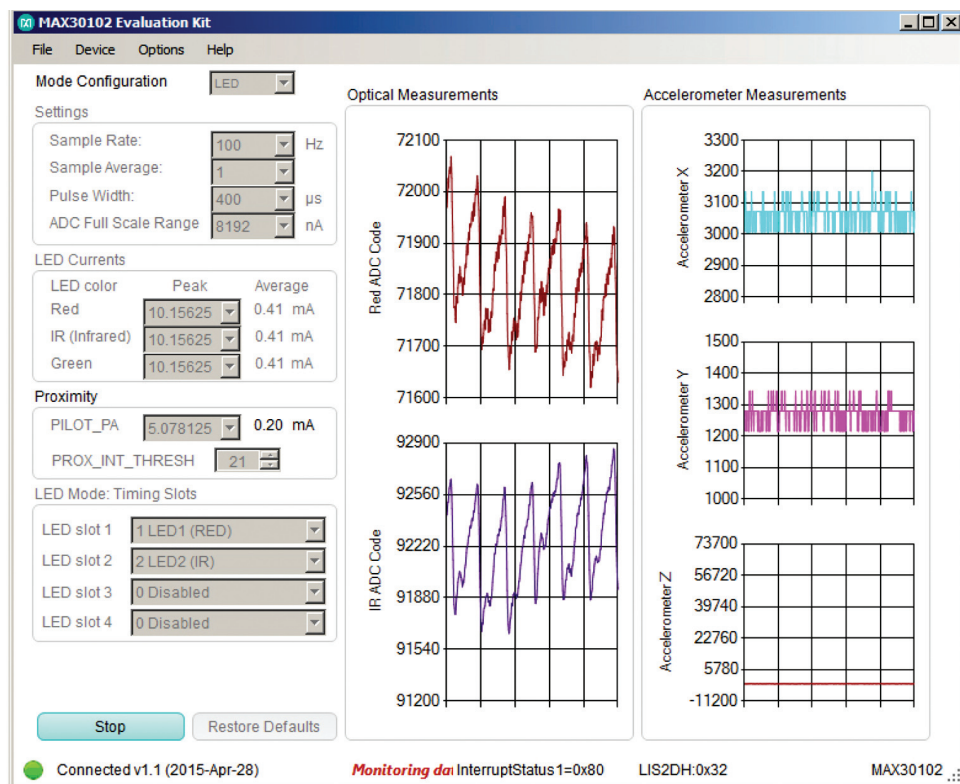

Рис. 7. Окно Windows-программы для оценочного комплекта
Для упрощения разработки и ускорения процесса отладки новых приборов на основе MAX30102 компания Maxim Integrated предлагает оценочный комплект (EV) MAX30102, состоящий из двух плат. К материнской плате **USBOSMB** подключается плата расширения **MAX30102DBEVKIT**, которая включает MAX30102 и акселерометр (рисунок 7).